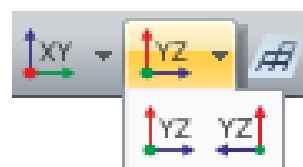

Рис. 172. Раскрывающийся список
**Проекция YOZ** (рис.172) – раскрывающийся список с заменой, который содержит команды по представлению расчетной схемы в проекции на плоскость YOZ.